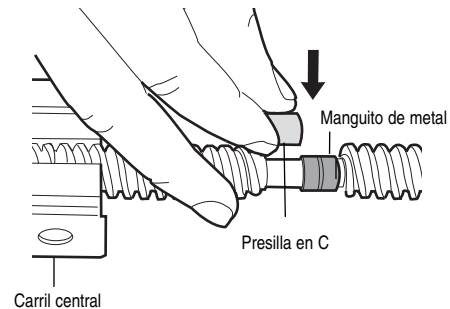

Figura 2
4. Extienda el tornillo de impulsión unos cuantos centímetros desde el carril central, y deslice el manguito sobre el muñón largo (Figura 2).